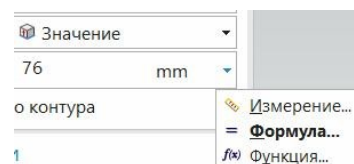

рис.8
- При указании – как далеко вы собираетесь протянуть, можно указать *формулу*, или *измеренное* значение (рис.8). Очень популярным является прием *Измерение!*